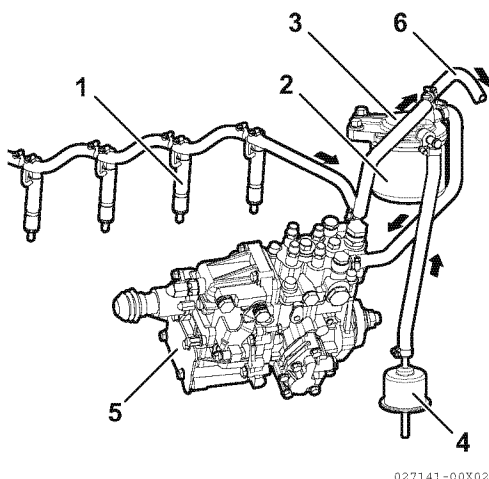

Abbildung 5
Abbildung 5 gilt sowohl für 3JH5E, 3JH5AE und 4JH5E.
3. Lockern Sie zum Entlüften des Kraftstofffilters die Schlauchschelle am Rücklaufzapfenschlauch (**Abbildung 5, (4)**) am T-Stück. Entfernen Sie den Schlauch.